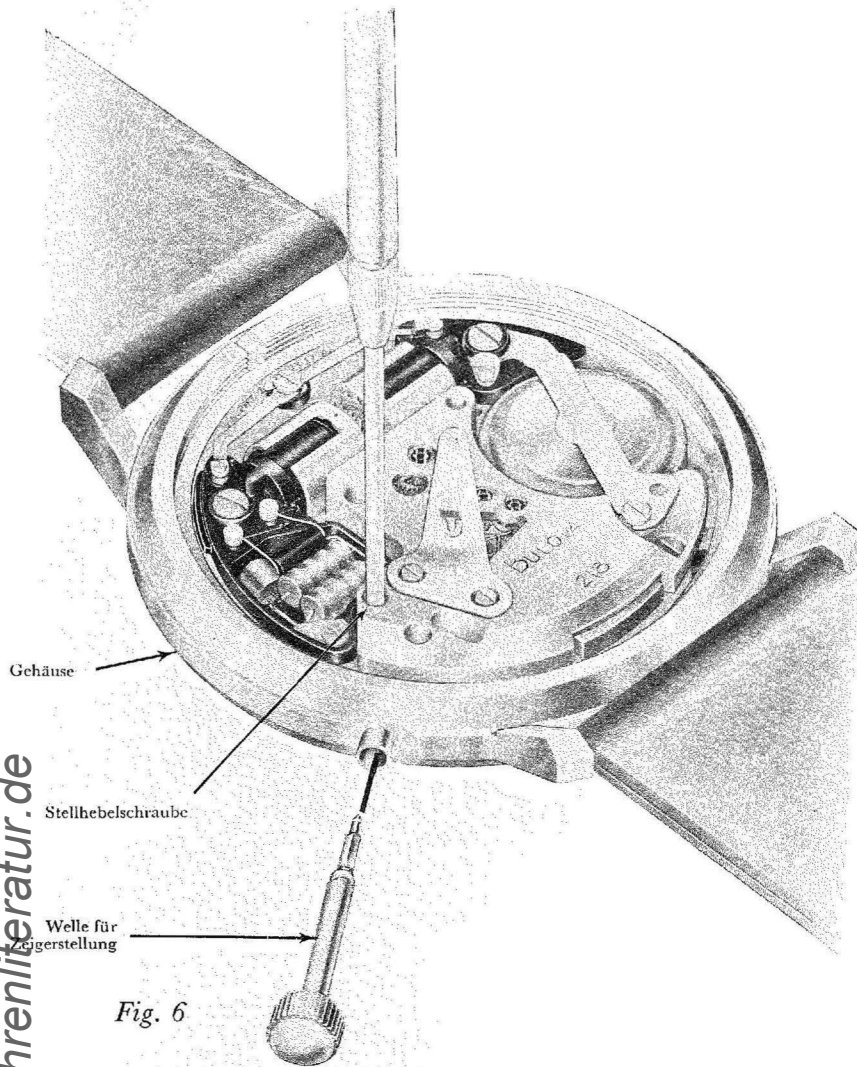

Fig. 6
- b. Stellhebelschraube um 2 Umdrehungen lösen (siehe Fig. 6).